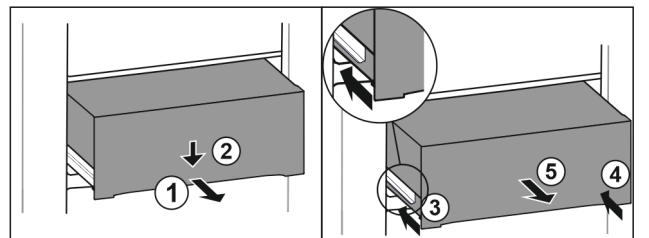

Fig. 70
- ▶ Tõmmake sahtel pooleldi välja. Fig. 70 (1)
- ▶ Vajutage sahtlit esiküljelt allapoole. Fig. 70 (2)
- ▶ Lükake vasakut siini 2 cm sisse. Fig. 70 (3)
- ▶ Lükake paremat siini 2 cm sisse. Fig. 70 (4)
- ▶ Võtke sahtel ettepoole välja. Fig. 70 (5)